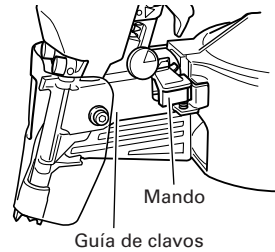

Fig. 17
- (1) Ocasionalmente limpie la parte deslizante de la perilla y luego aplique el aceite recomendado (vea la Fig. 17).